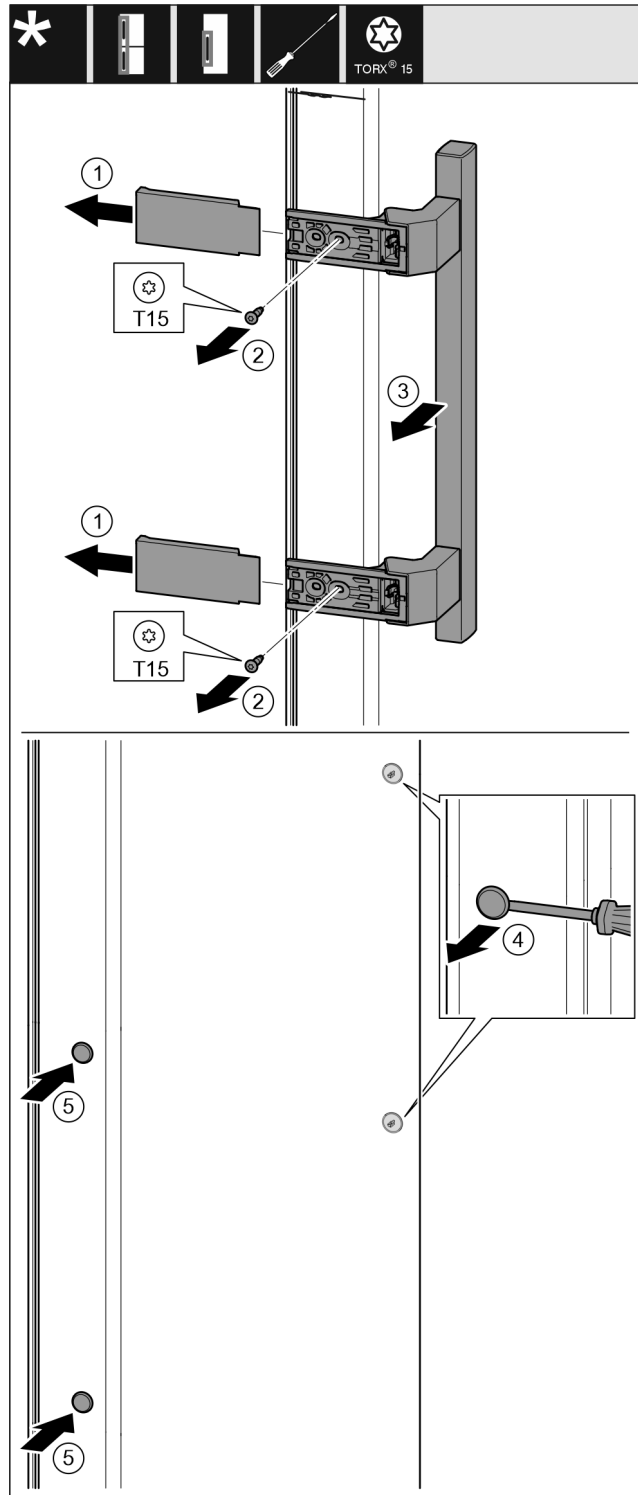

Fig. 11
- ▶ Skinite pokrov. Fig. 11 (1)
- ▶ Odvrnite vijke odvijačem Torx 15. Fig. 11 (2)
- ▶ Skinite ručku. Fig. 11 (3)
- ▶ Oprezno podignite i izvucite bočni čep s pomoću križnog odvijača. Fig. 11 (4)
- ▶ Ponovno umetnite čep na drugoj strani. Fig. 11 (5)